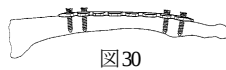

図30
- 2) ロッキングスクリューを完全に抜去する前に全て一度緩めた状態とし、順次スクリューを抜去します。(図30)